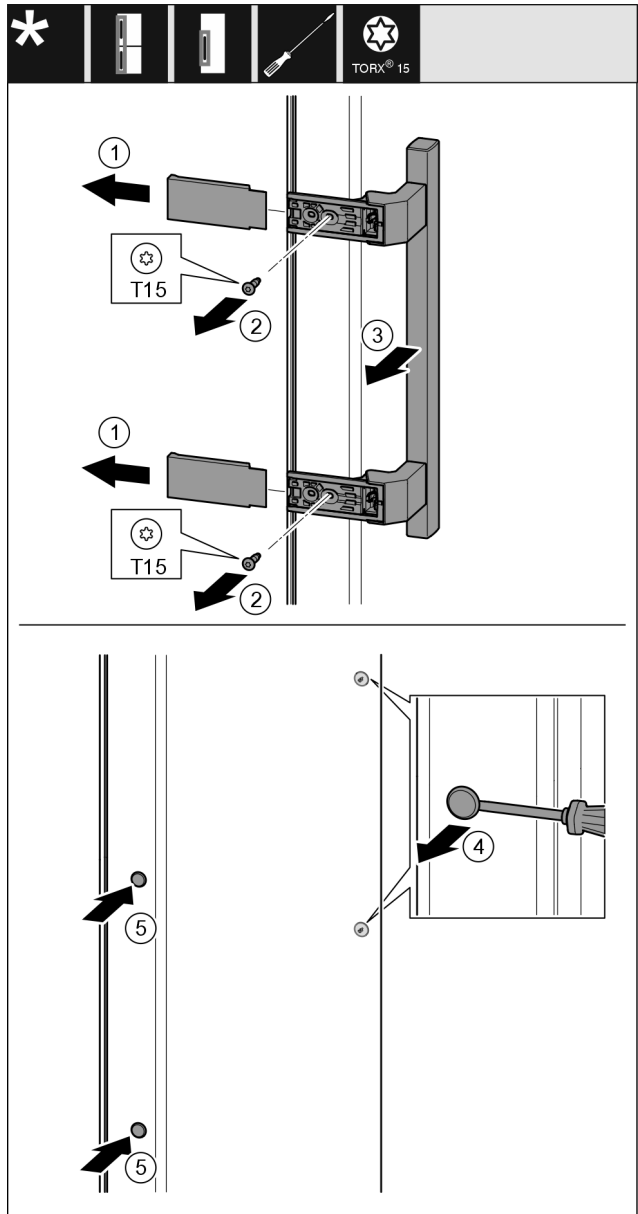

Fig. 20
- Hiqni kapakun mbulues Fig. 20 (1).
- Lironi vidat Fig. 20 (2) me një kaçavidë.
- Hiqni dorezën Fig. 20 (3).
- Ngrini lart me kujdes tapën anësore Fig. 20 (4) me një kaçavidë me kokë petë dhe nxirreni jashtë.
- Vendosni sërish tapën Fig. 20 (5) në anën tjetër.